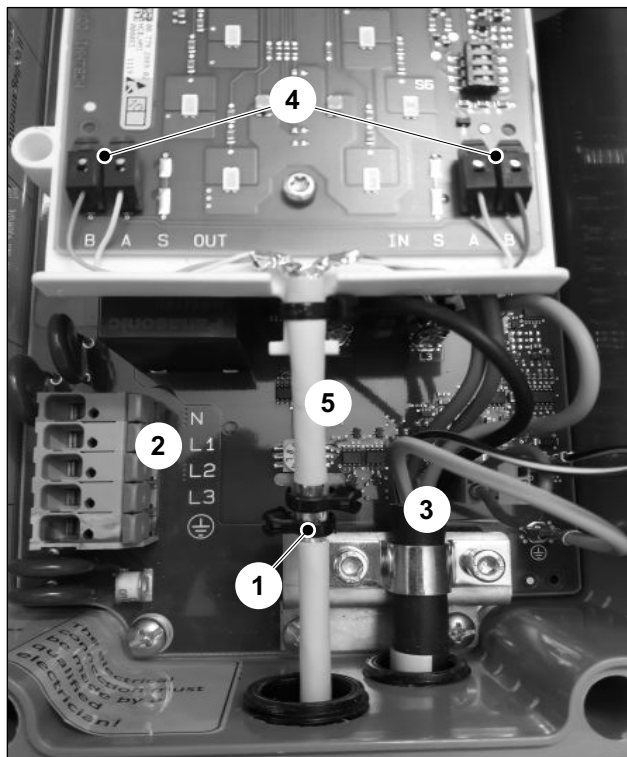

Abb. 7 Kabeleinführungen bei zentraler Verdrahtung
Die Einzeladern der Spannungsversorgung (Abb. 7/2) und des Ladekabels (Abb. 7/3) müssen in größtmöglichen Abstand zu der Busleitung verlegt sein.
3. Befestigen Sie den freigelegten Schirm mit Hilfe von einem oder zwei Kabelbinder/n an der Schirmauflage (Abb. 7/1).
4. Isolieren Sie vier Einzeladern ca. 8 mm ab und schließen diese an den entsprechenden Klemmen (Abb. 7/4) an.
Die Busleitung muss zwischen Schirmauflage und Anschlussplatine (Abb. 7/5) ummantelt ausgeführt sein.